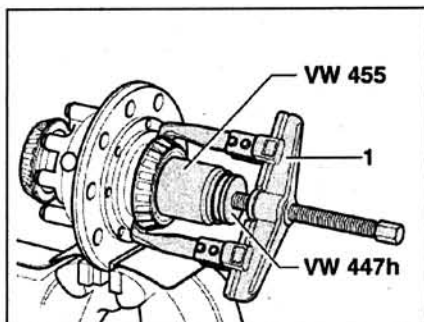

Рис. 4.103. Спрессуйте обе внутренние обоймы конических роликовых подшипников с помощью съемника 1 Kuko 20-10 с рычагом А.
2. Спрессуйте обе внутренние обоймы конических роликовых подшипников с помощью съемника 1 Kukko 20-10 с рычагом A (рис. 4.103).